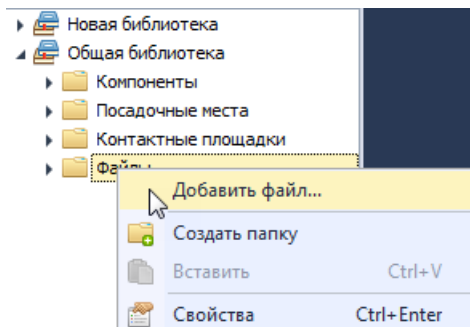

Рис. 9 Добавление файла в библиотеку
2. Вызовите контекстное меню и воспользуйтесь пунктом «Добавить файл», см. Рис. 9.